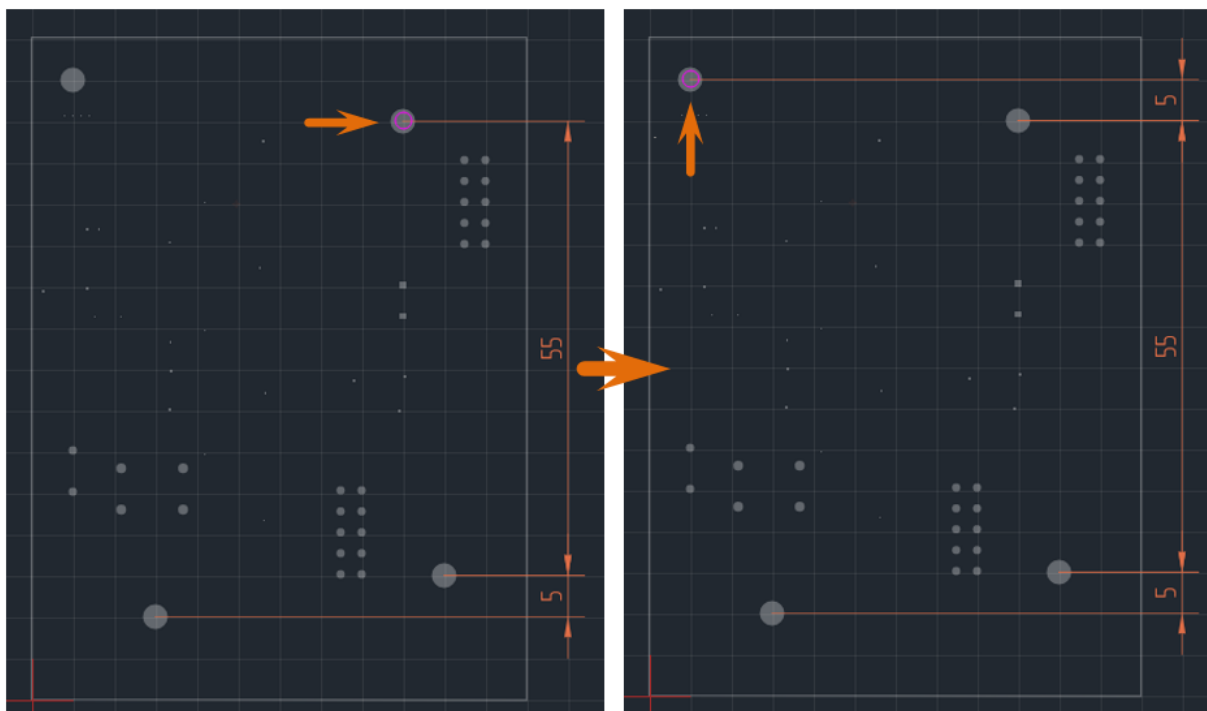

Рис. 467 Второй и последующие размеры вертикальной цепной размерной линии
7. Повторяя действия, описанные в п. 6, разместите необходимое количество размерных линий, см. Рис. 467.